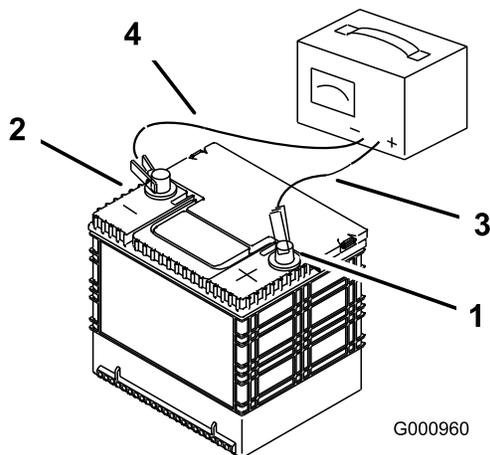

Рисунок 54
3. После полной зарядки аккумулятора отсоедините зарядное устройство от электророзетки, а затем отсоедините провода зарядного устройства от штырей аккумулятора (Рисунок 54).